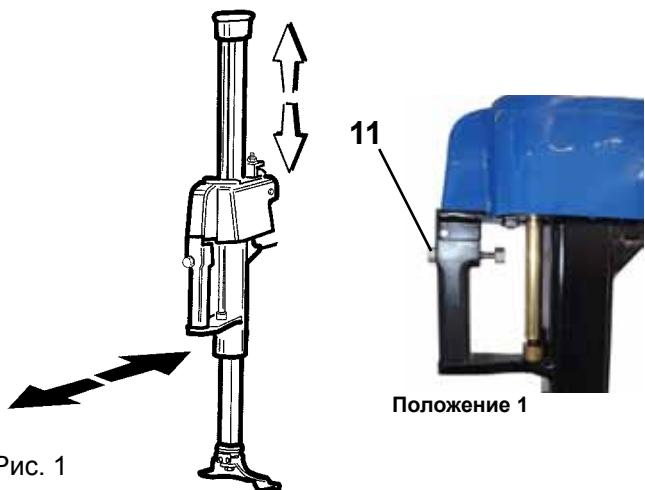

Рис. 2
- Установите кнопку фиксации (11) в положение «2». Перемещайте монтажный шток (Рис. 1) до тех пор, пока монтажная головка (12) не будет установлена на поверхности диска. Заблокируйте весь механизм путем нажатия на кнопку фиксации, выставив ее в положение «1» (Рис. 2). Это заблокирует перемещение монтажного штока как в вертикальном, так и в горизонтальном положении и автоматически передвинет монтажную головку (12) на 2 мм от диска.